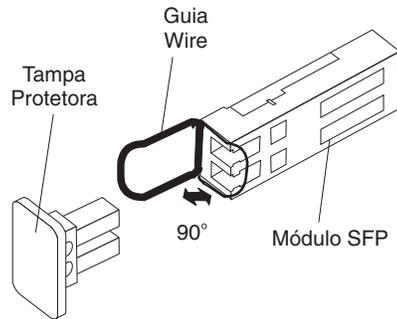

Figura 26. Desbloqueando a Trava do Módulo SFP - Variedade Metálica
- Para módulos SFP que contêm alças metálicas, desbloqueie a trava do módulo SFP puxando a trava metálica conforme mostrado em Figura 26 na página 44.